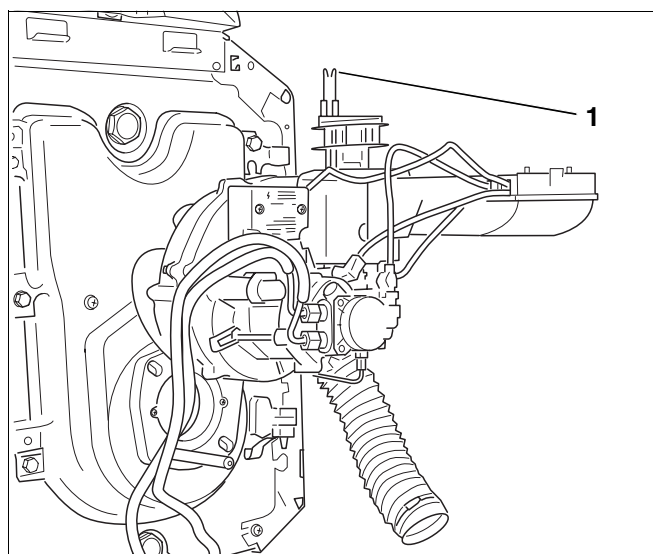

Рис. 33 Установка горелки в положение для обслуживания
- Установить горелку в положение для обслуживания (рис. 33).
На запальных электродах (рис. 33, поз. 1) не должно быть отложений.